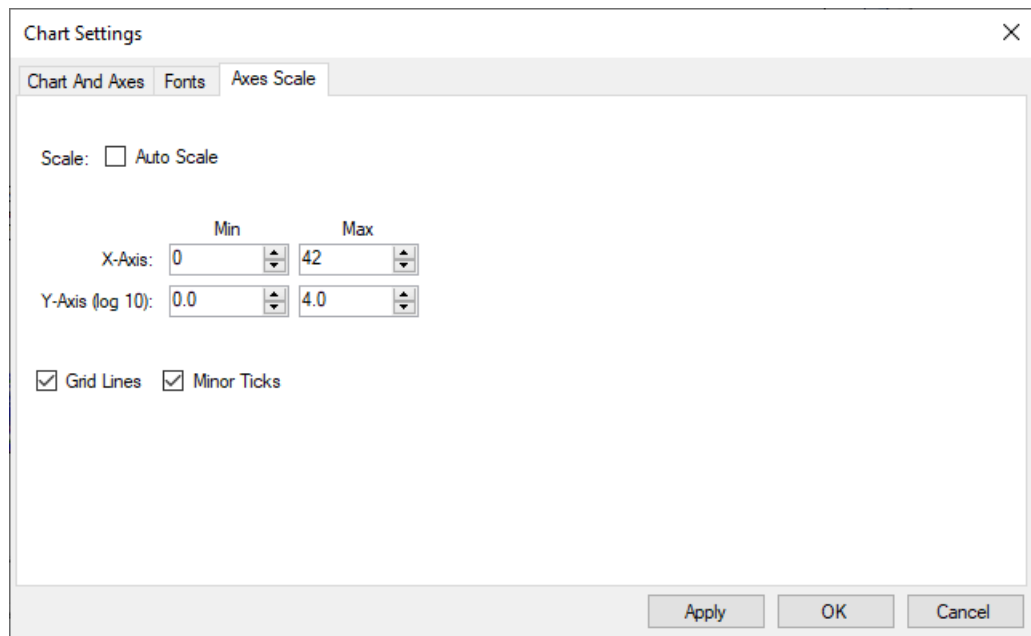

Figura 33 Cuadro de diálogo Maestro Chart Settings: pestaña Axes Scale
- d En la columna **Min** para **Y-Axis (log 10)**, escriba **0.0**, como se muestra en **Figura 33**.